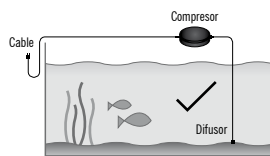
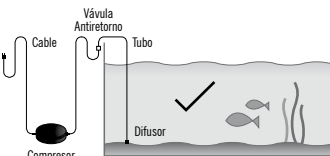

Figura 3
Figura 4
- 6) La posición de la bomba debe de estar por encima de la superficie del agua (Figura 3). Si se coloca por debajo, debe antes instalar una válvula anti-retorno en el tubo para evitar que la bomba se inunde de agua (Figura 4).